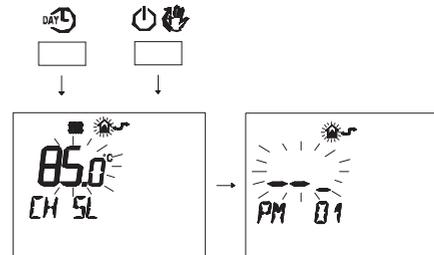

Fig. 5.68
- Premere contemporaneamente i pulsanti **DAY** e **POWER** per entrare nella programmazione trasparente (Fig. 5.68)